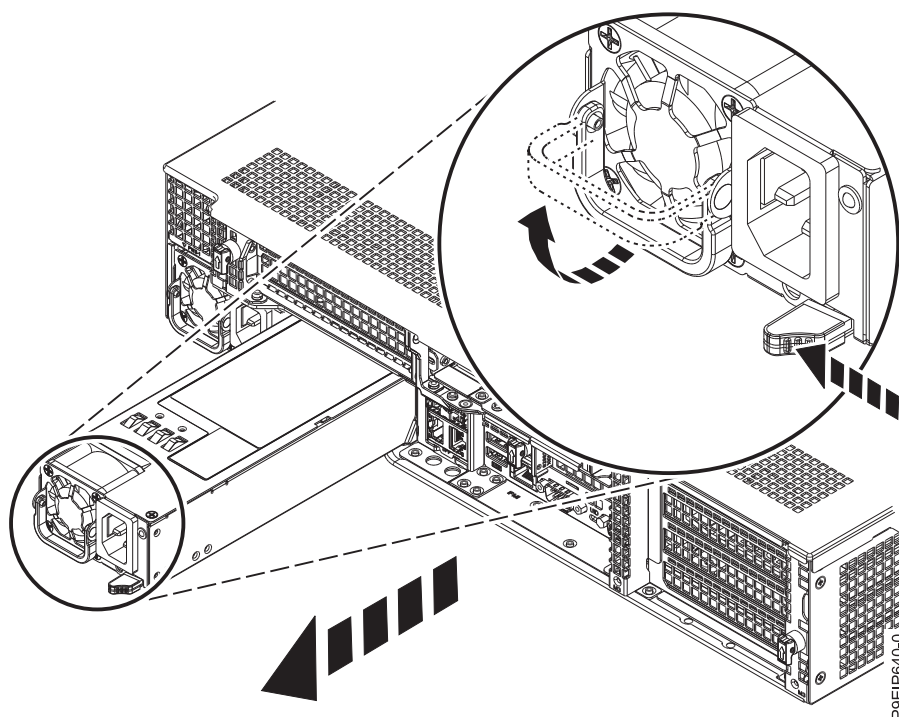

Figure 61. Retrait d'une alimentation du système
- a. Pour retirer l'alimentation de sa position dans le système, poussez le loquet de verrouillage vers la gauche, comme indiqué dans la figure 61.